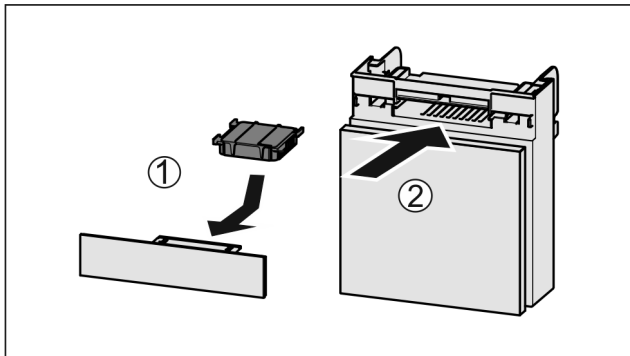

Fig. 84
- ▶ Aktivkohlefilter nach Abbildung einsetzen Fig. 84 (1).
- ▶ Fach einschieben Fig. 84 (2).